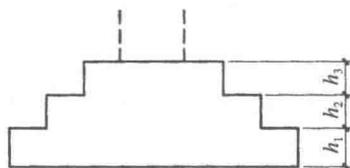
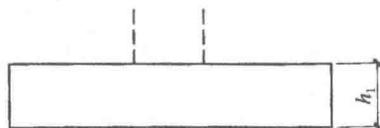

图 1-1 阶形截面普通独立基础竖向尺寸
图 1-2 单阶普通独立基础竖向尺寸
①普通独立基础（包括单柱独基和多柱独基）。
a. 阶形截面。当基础为阶形截面时，注写方式为“ $h_1/h_2/\dots$ ”，如图 1-1 所示。当基础为单阶时，其竖向尺寸仅为一个，且为基础总厚度 h_1 ，如图 1-2 所示。